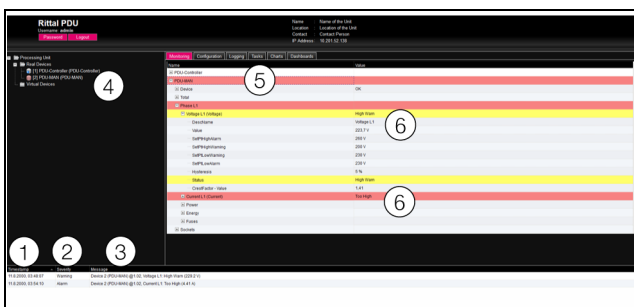

Imagen 24: Estructura de la indicación de notificación
1. Timestamp: fecha y hora, cuando se ha producido el error (imagen 24, pos. 1).
2. Severity: gravedad del error ocurrido. Se distinguen diferentes advertencias («Warning») y alarmas («Alarm») (imagen 24, pos. 2).
3. Message: indicación de errores en forma de texto (imagen 24, pos. 3).
- Zona izquierda (zona de navegación): el símbolo del componente que presenta un error cambia a color rojo en la zona de navegación cuando se trata de una indicación de alarma y a color amarillo en caso de indicación de advertencia (imagen 24, pos. 4).
- Zona derecha (zona de configuración): en la pestaña **Monitoring** tanto el componente como el parámetro especial, para el cual se ha generado la advertencia o la alarma, cambia a color rojo o amarillo (imagen 24, pos. 5 y 6).